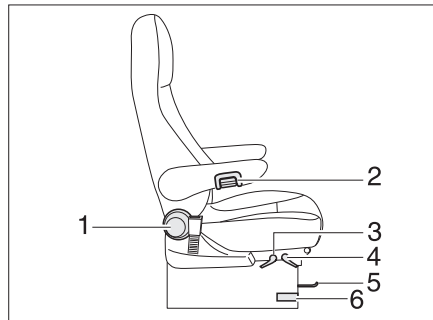

Fig. 74 Asiento del conductor y del acompañante
- Presionar o tirar la palanca para girar los asientos (Fig. 74,6). El asiento se desbloquea.